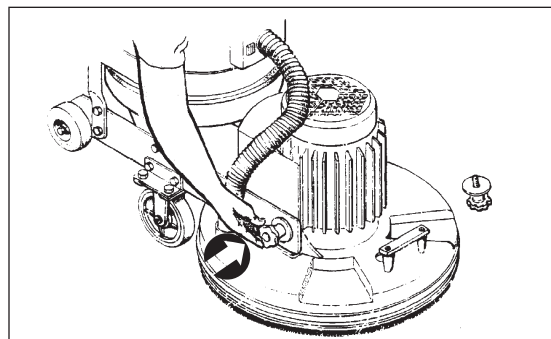

Figure 2
4. Enlevez les deux boutons manuels du dispositif de ponçage et séparez le dispositif de ponçage du châssis du chariot. (voir Figure 2)